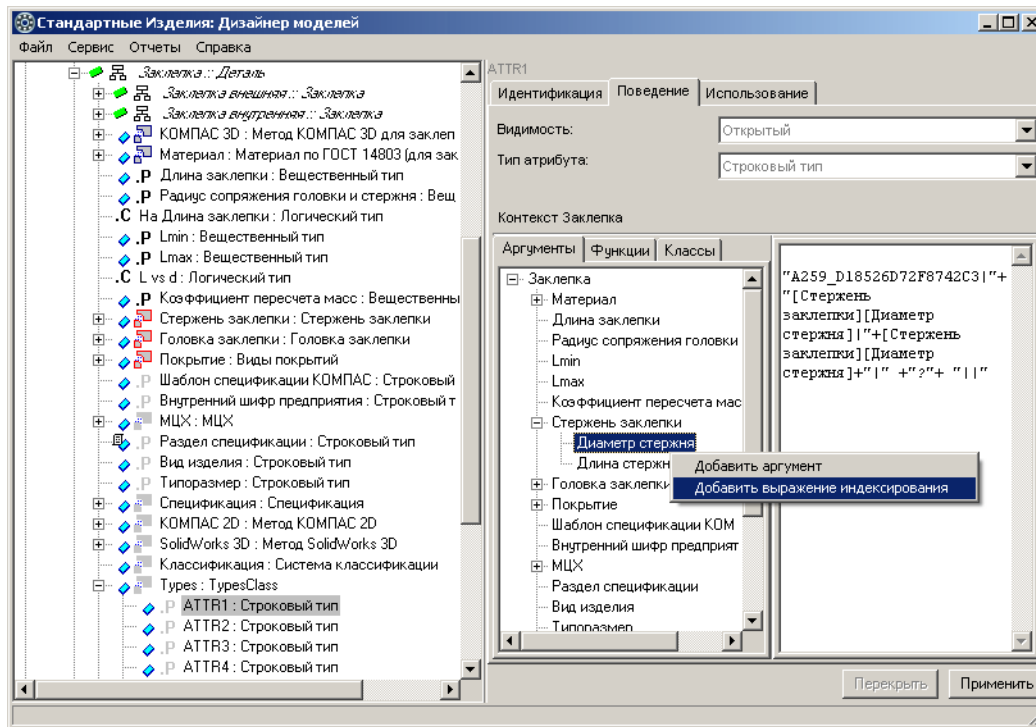

Рис. 5.1.
2. Вызовите из контекстного меню команду **Добавить выражение индексирования**. В правило будет добавлено выражение индексирования (рис. 5.1).